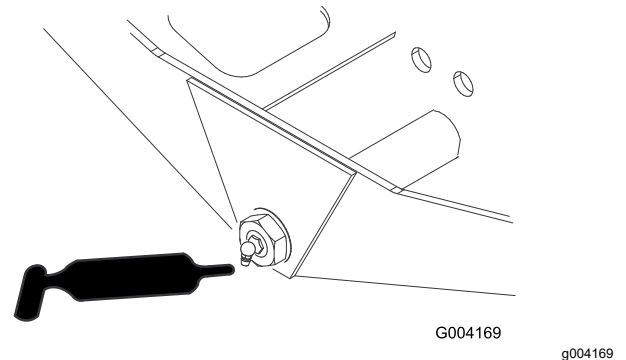

Figura 75
- Pivote de dirección del eje (1) – Figura 75